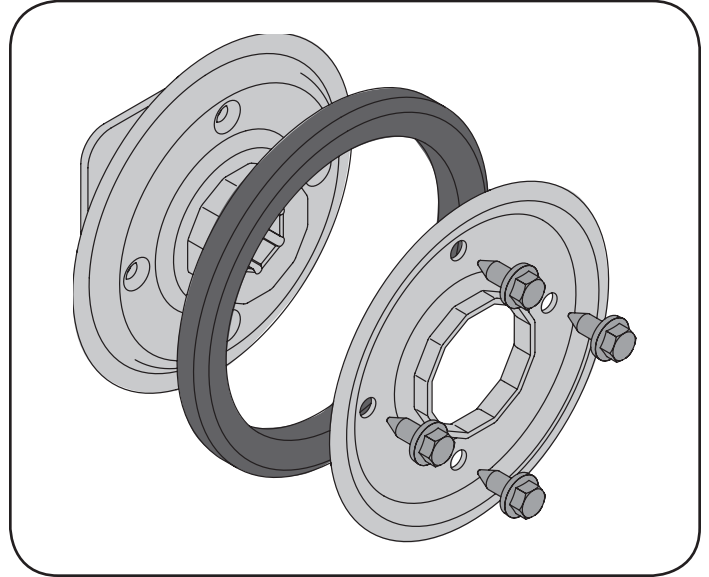

Figura 36
1. Saque los cuatro tornillos de mantienen unidas las placas laterales de la rueda de fricción. Vea la Figura 36.